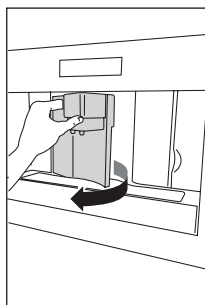

Fig. 23
- ▶ Abra a porta de manutenção (Fig. 23).